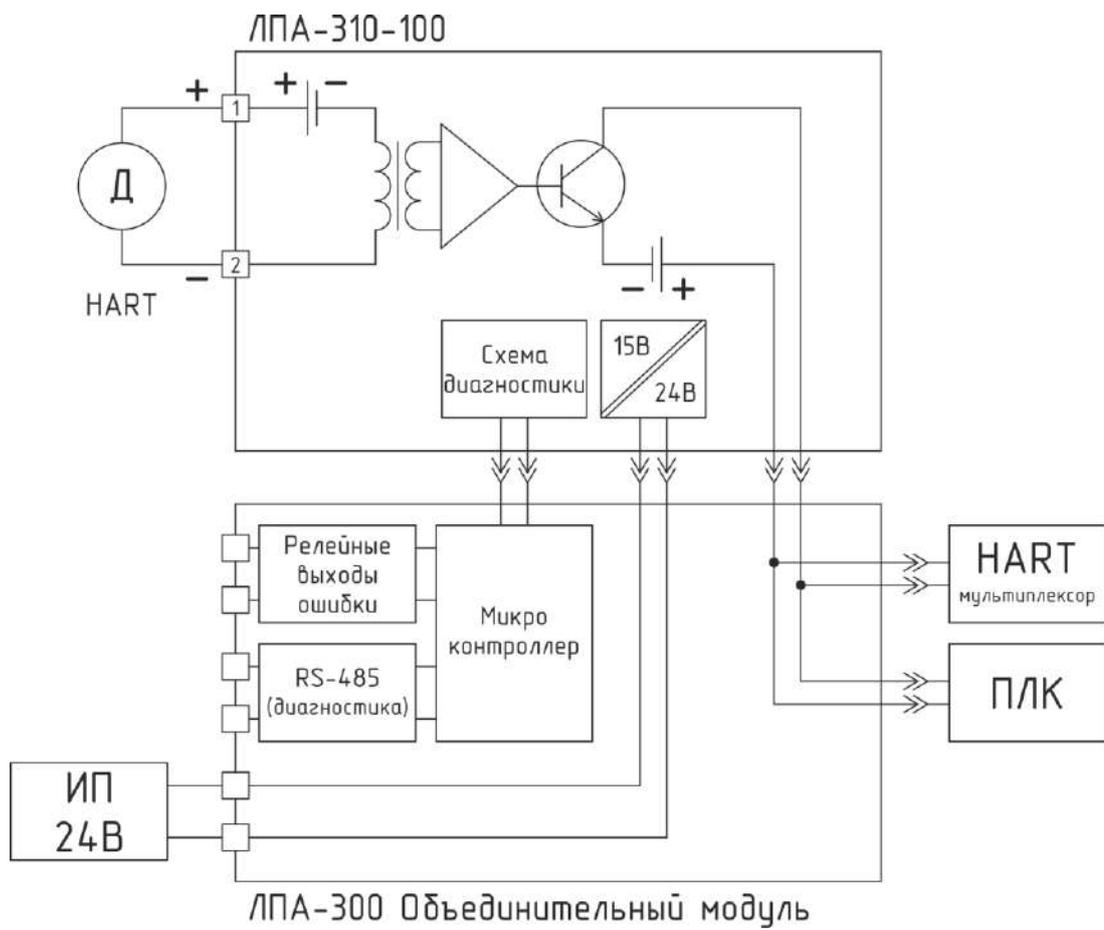

Рисунок 5 – Схема подключения ЛПА-310-100 при установке на объединительный модуль ЛПА-300
- 7.14 Схема подключения оборудования к повторителю ЛПА-310-100 представлена на рис.5.